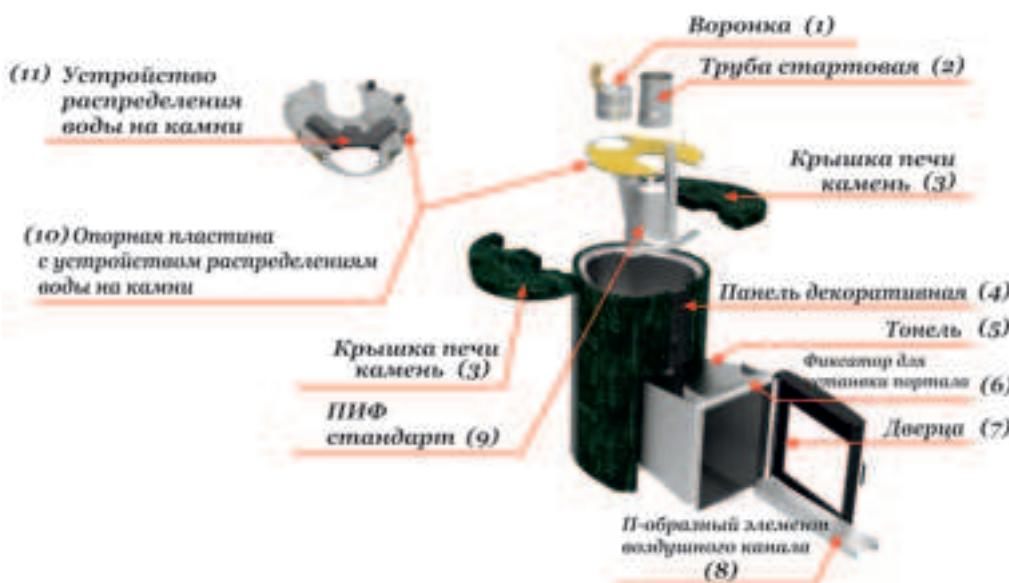

Рисунок 8.3. Схема сборки печи
- 8.4.1.** Установите корпус портала (1), закрепив его на фиксаторе, расположеннном на тоннеле печи (см. рис. 8.3.).